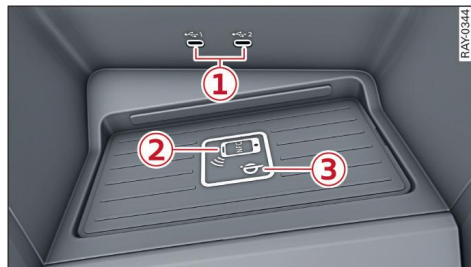

Fig. 149 Consola central delantera: Audi phone box con conexiones
- ▶ Para telefonar con su teléfono móvil a través de la antena exterior del vehículo, colóquelo con la pantalla hacia arriba sobre el símbolo del teléfono  ⇒ *pág. 240, fig. 149* centrado en la Audi phone box.
- Para cargar su teléfono móvil por USB, enchúfelo al puerto USB ① ⇒ *pág. 240, fig. 149.*
- Para cargar su teléfono móvil sin cables, colóquelo con la pantalla hacia arriba sobre el símbolo  ③ ⇒ *pág. 240, fig. 149* centrado en la Audi phone box.